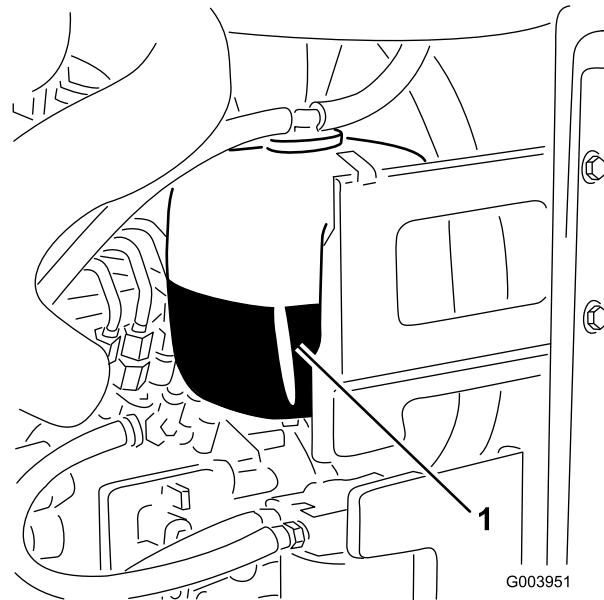

Bild 33
1. Prüfen Sie den Kühlmittelstand im Ausdehnungsgefäß (Bild 33).